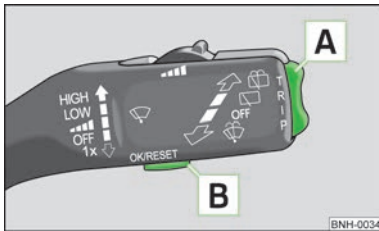

Abb. 5
Das Umschalten des Speichers erfolgt mithilfe der Taste [B] » Abb. 5 auf Seite 13.
Die Wipptaste **A** » Abb. 5 und die Taste **B** befinden sich am Scheibenwischerhebel.
› Die Taste **B** » Abb. 5 antippen.
› Kurz auf die Wipptaste **A** » Abb. 5 oben oder unten drücken. Dadurch werden die einzelnen Funktionen der Multifunktionsanzeige nacheinander geöffnet.
- › Die Taste **B** » Abb. 5 länger drücken.
Sinkt die Außentemperatur unter +4 °C, erscheint vor der Temperaturanzeige ein Schneeflockensymbol (Glatteiswarnung) und es ertönt ein akustisches Signal. Nach dem Drücken der Wipptaste **A** » Abb. 5 auf Seite 13 wird die Funktion angezeigt, die zuletzt angezeigt wurde.
Im Display erscheint die Fahrzeit, die seit dem letzten Löschen des Speichers vergangen ist. Wenn man die Fahrzeit von einem bestimmten Zeitpunkt an messen möchte, dann muss zu diesem Zeitpunkt der Speicher durch Drücken der Taste **B** » Abb. 5 auf Seite 13 auf null gesetzt werden.
Wenn man den durchschnittlichen Kraftstoffverbrauch für einen bestimmten Zeitraum ermitteln möchte, dann muss der Speicher bei neuem Messbeginn mit der Taste **B** » Abb. 5 auf Seite 13 auf null gesetzt werden. Nach dem Löschen erscheint im Display auf den ersten ca. 300 m Fahrstrecke kein Wert.
Im Display erscheint die seit dem letzten Löschen des Speichers zurückgelegte Fahrstrecke » Seite 12. Wenn man die Fahrstrecke von einem bestimmten Zeitpunkt an messen möchte, dann muss zu diesem Zeitpunkt der Speicher durch Drücken der Taste **[B]** » Abb. 5 auf Seite 13 auf null gesetzt werden.
Im Display wird die Durchschnittsgeschwindigkeit in km/h seit dem letzten Löschen des Speichers angezeigt » Seite 12. Wenn man die Durchschnittsgeschwindigkeit für einen bestimmten Zeitraum messen möchte, dann muss zu Beginn der Messung der Speicher mit der Taste **[B]** » Abb. 5 auf Seite 13 auf null gesetzt werden.
- › Mit der Taste **[A]** » Abb. 5 auf Seite 13 den Menüpunkt **Warnung bei Geschwindigkeitsüberschreitung** wählen.